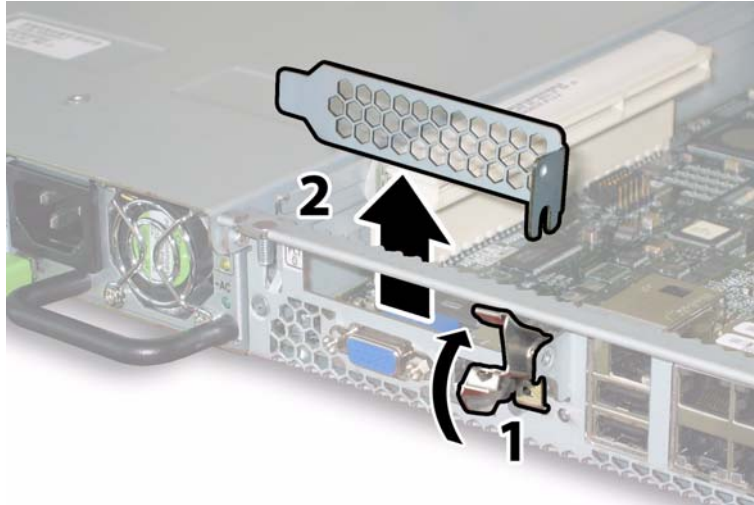

ABBILDUNG 3-54 Entsperrn einer PCI-Kartenverriegelung
- b. Drehen Sie die PCI-Kartenverriegelung für den Steckplatz nach oben. Arbeiten Sie dabei von der Gehäuserückseite aus. Siehe ABBILDUNG 3-54.
- a. Drehen Sie die PCI-Kartenverriegelung für den Steckplatz nach oben. Arbeiten Sie dabei von der Gehäuserückseite aus. Siehe ABBILDUNG 3-54.